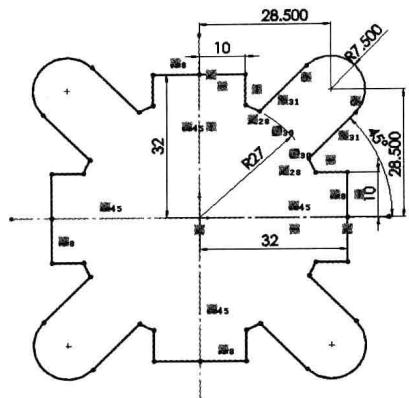

图 2-8 阵列草图
**Step8** 阵列草图。单击“草图”工具栏中的“圆周草图阵列”按钮 $\text{Circular Pattern}$ ，选择草图进行阵列，阵列数目为 4，如图 2-8 所示。